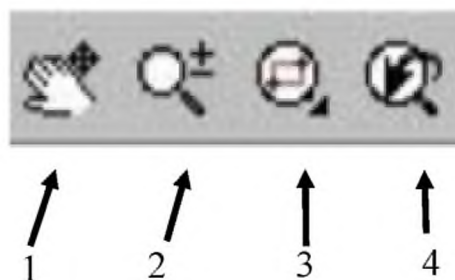

Рисунок 11 – Кнопки управління екраном на панелі інструментів:
2. За допомогою кнопок на панелі інструментів (рис. 11).